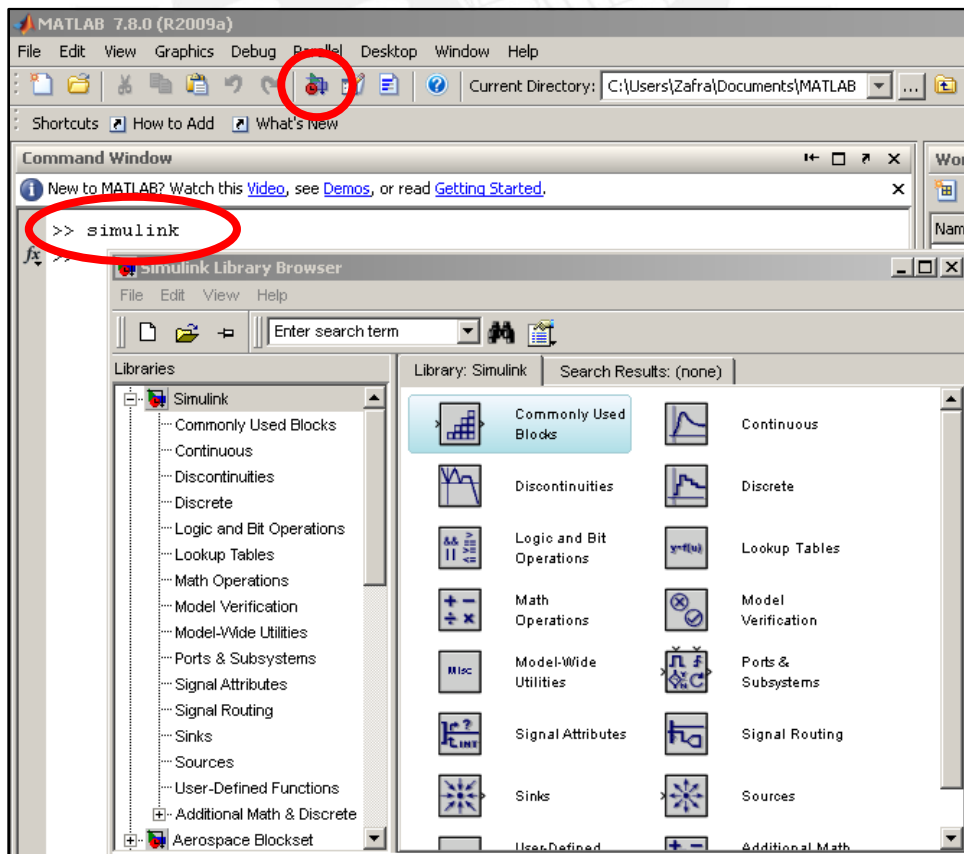

Fig. 1.1: Acceder a la Librería RTI por la opción A
1. **Opción A:** Se puede cargar directamente desde la pantalla de simulink, para esto tenemos que ingresar a través de la ventana de comandos de MATLAB. Colocando **simulink** en la línea de comandos o dando doble clic al icono en la parte de la barra de menús como se muestra en la Fig. 1.1: